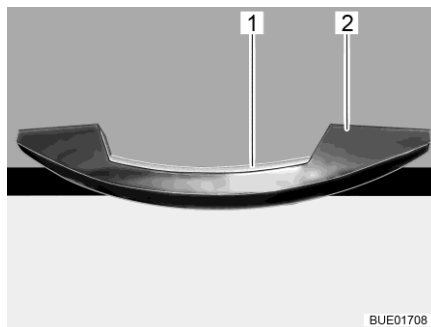
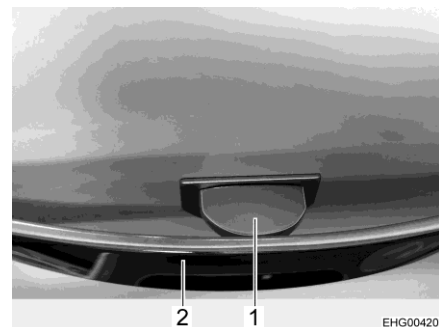

Bild 66 Handtag med låslist (exempel)
Bild 67 Handtag med låstunga
- Tryck på låslisten (Bild 66,1) eller låstungan (Bild 67,1) och håll den intryckt.
- Öppna skåpluckan genom att dra i handtaget (Bild 66,2 eller Bild 67,2).